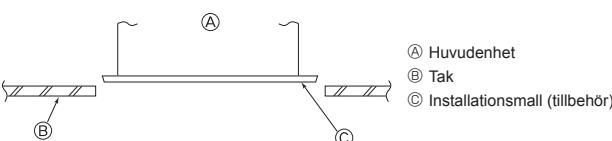

Fig. 2-7
2.6. Kontrollera positionen på huvudenheten och åtdragning av upphängningsbultarna (Fig. 2-7)